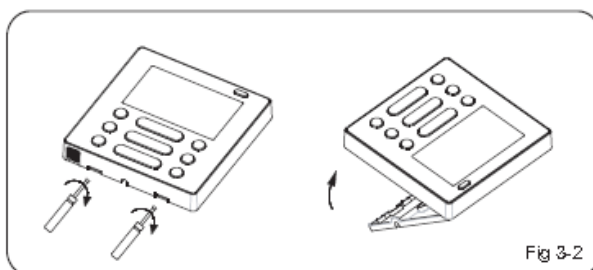

Fig 3-2
2. Conecte el otro lado del grupo de cables de conexión con el empalme del grupo de cables desde el control. (Ver Fig. 3-2)